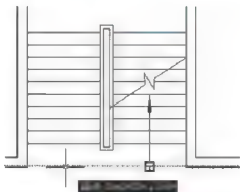
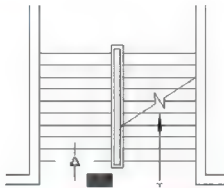
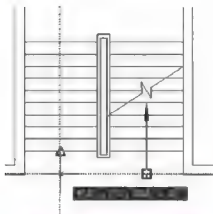

图 2.127 向左拖出水平虚线
图 2.128 光标放在左侧梯段踏步线中点
图 2.129 向下拖出垂直虚线
(1) 打开【正交】、【对象捕捉】、【对象追踪】功能。单击【绘图】工具栏上的【多段线】图标, 启动绘制【多段线】命令。
(2) 在当前线宽为 0.00mm 时, 指定起点或 [圆弧(A)/半宽(H)/长度(L)/放弃(U)/宽度(W)]: 提示下, 将光标放在图 2.127 所示的上行箭头的端部, 此时不单击, 然后将光标缓缓地向左拖动, 拖出一条水平虚线。将光标放在如图 2.128 所示的左侧梯段踏步线中点, 此时出现中点捕捉点, 同样不单击, 并将光标缓缓地垂直向下拖动, 拖出一条垂直虚线, 如图 2.129 所示。然后将光标放在水平虚线和垂直虚线相交处并单击, 确定下行箭头杆的起点位置。